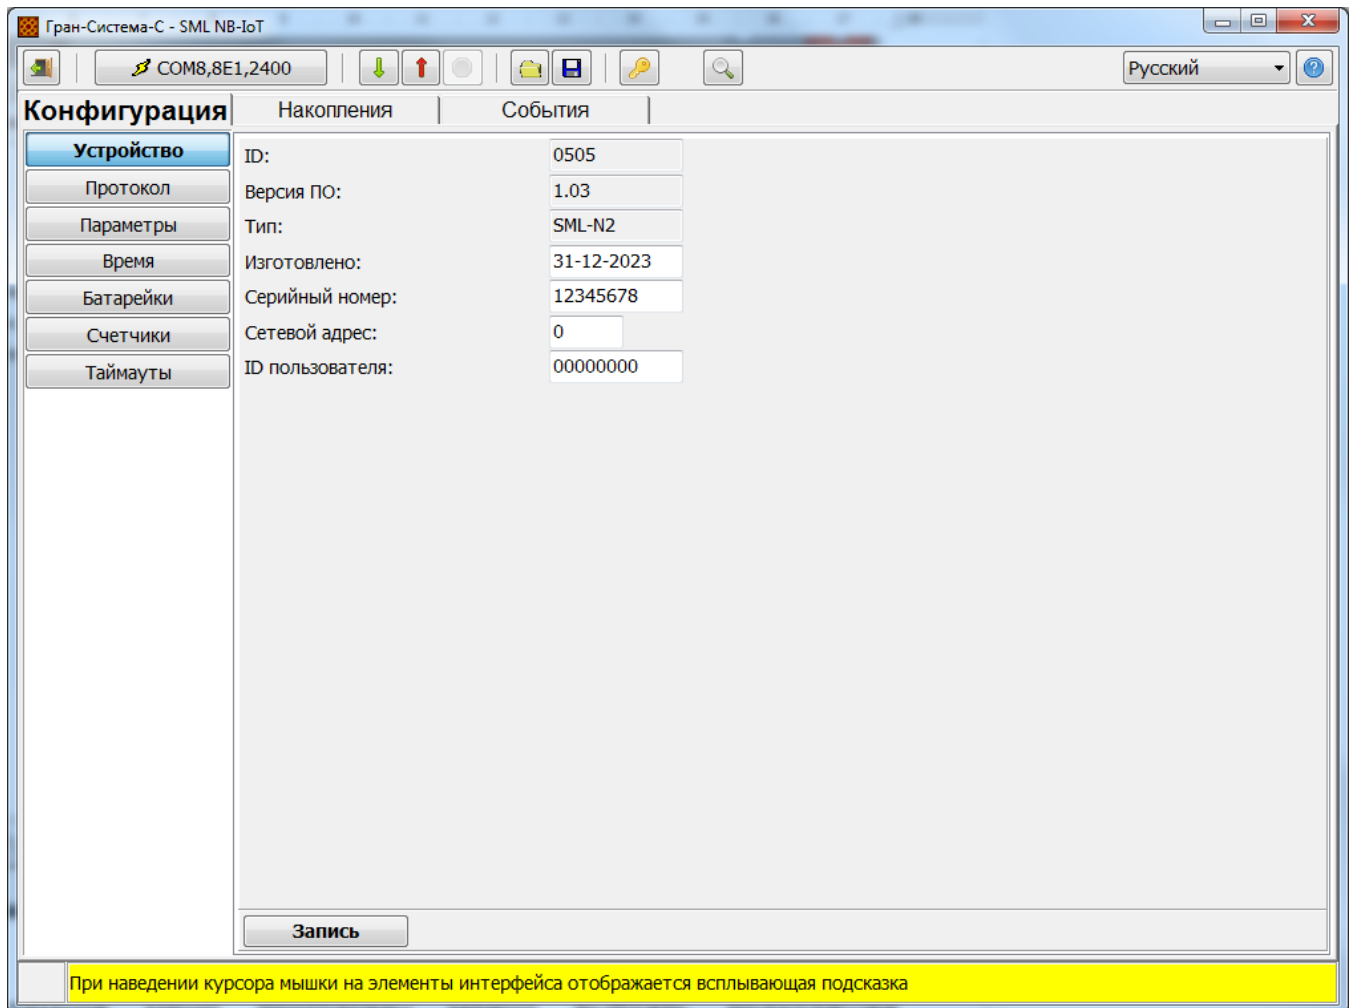

Рисунок 3 – Внешний вид окна программы
3.1.1 Программа «SML-NBIOT.EXE» запускается на персональном компьютере с операционной системой версии Windows XP и выше и предназначена для настройки параметров и просмотра состояния модуля SML-N2 (рисунок 3).